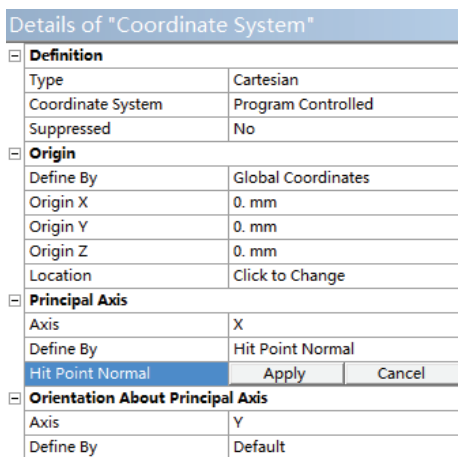

图 19-10 设置坐标系
2) 单击得到的 Coordinate System 对象，设置 Principal Axis>Axis 为 X，并设置 Define By 为 Hit Point Normal，单击坐标系的原点（在 X 为 0 的面上），单击 Apply 按钮，如图 19-10 所示。